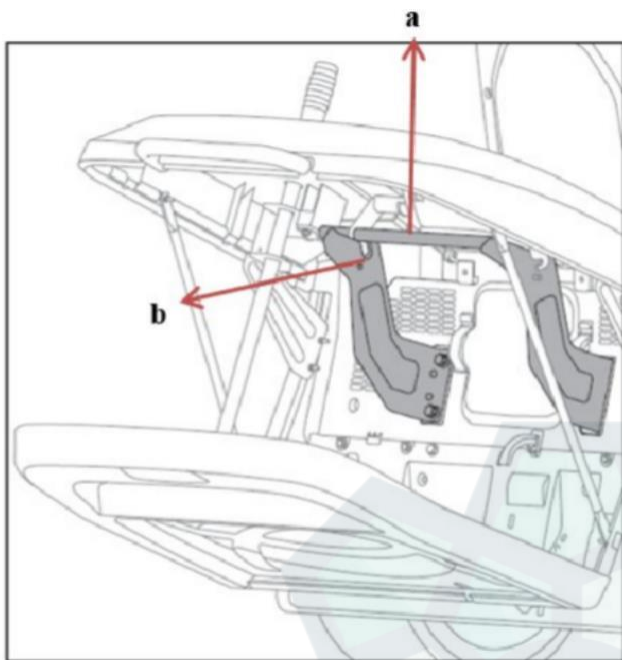

Рис. 7G
2. Вдоль задней кромки газонокосилки вставьте круглую трубку (а) в опорный U-образный паз (b) сверху вниз (Рис. 7G).